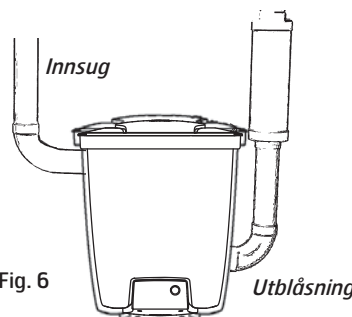

Fig. 6
5. Sett i blindpluggen i det uttaket der sugstussen tidligere satt. Monteres med de fire skrueene. Utblåsningsrøret må festes godt til vegg så det ikke løsner fra stussen. Tenk på at du skal kunne vri det bøyde røret til ulike sider for en passende rørføring. Koble deretter til utblåsningsrøret og lydtemper, Fig 6. Monter sentralstøvsugeren slik at utblåsningsrøret blir så kort som mulig, maks 5 meter. Tenk på omgivelsene ved plassering av utblåsningen. Bruk derfor alltid lydtemper.